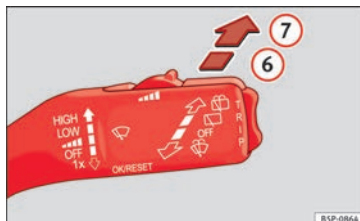

Bild 71 Vindrutetorkarspåk: bakrutetorkare.
- För spaken fram till position ⑥ » bild 71. Torkaren kommer att torka rutan ungefär var sjätte sekund.
- För spaken ända fram till läge ⑦ » bild 71. Bakre spolfunktionen startar omedelbart och torkaren kommer att starta ett par sekunder senare. Bakrutespolarsystemet fungerar så länge du håller spaken i det här läget.